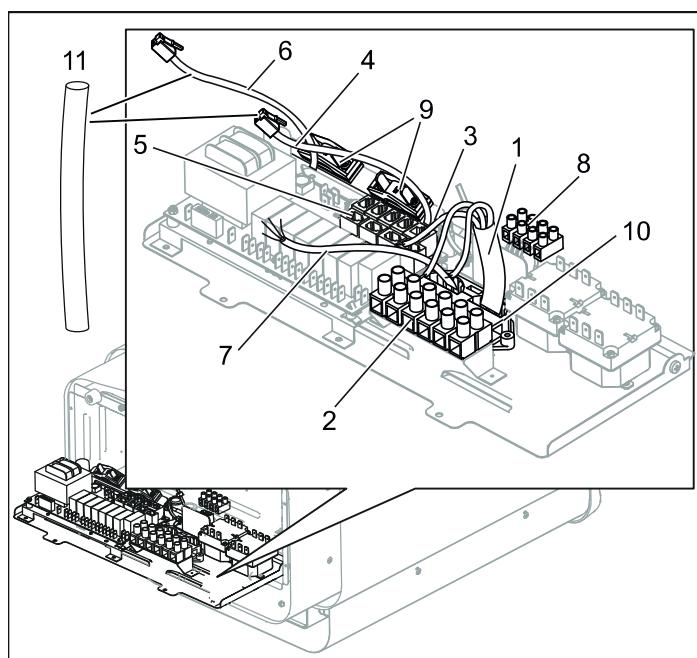
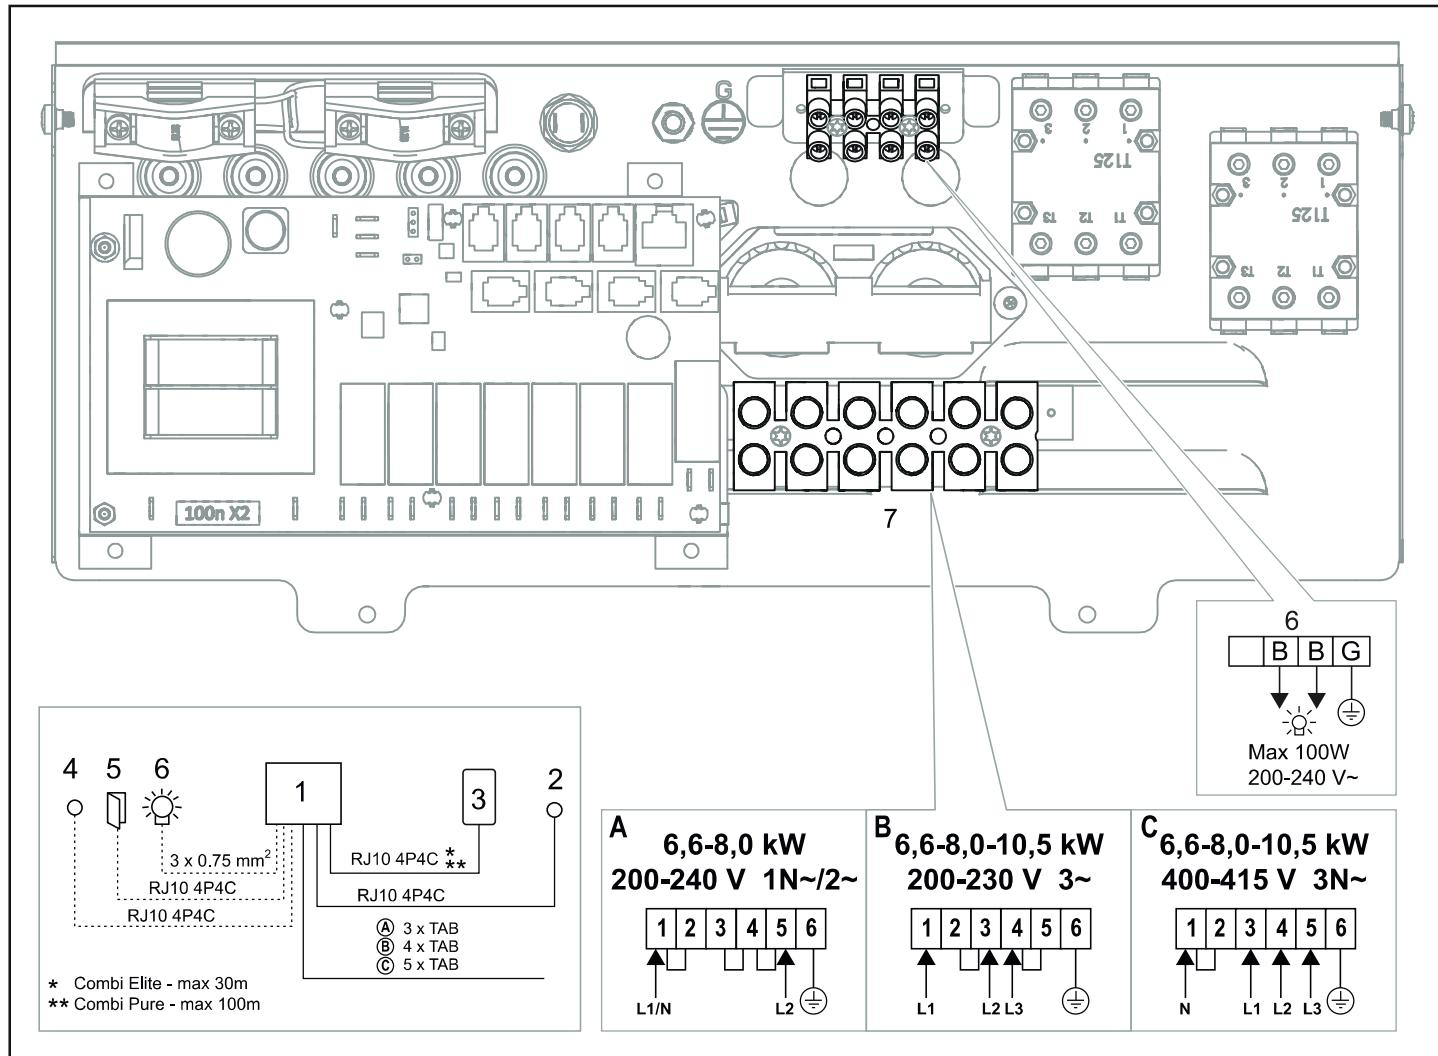
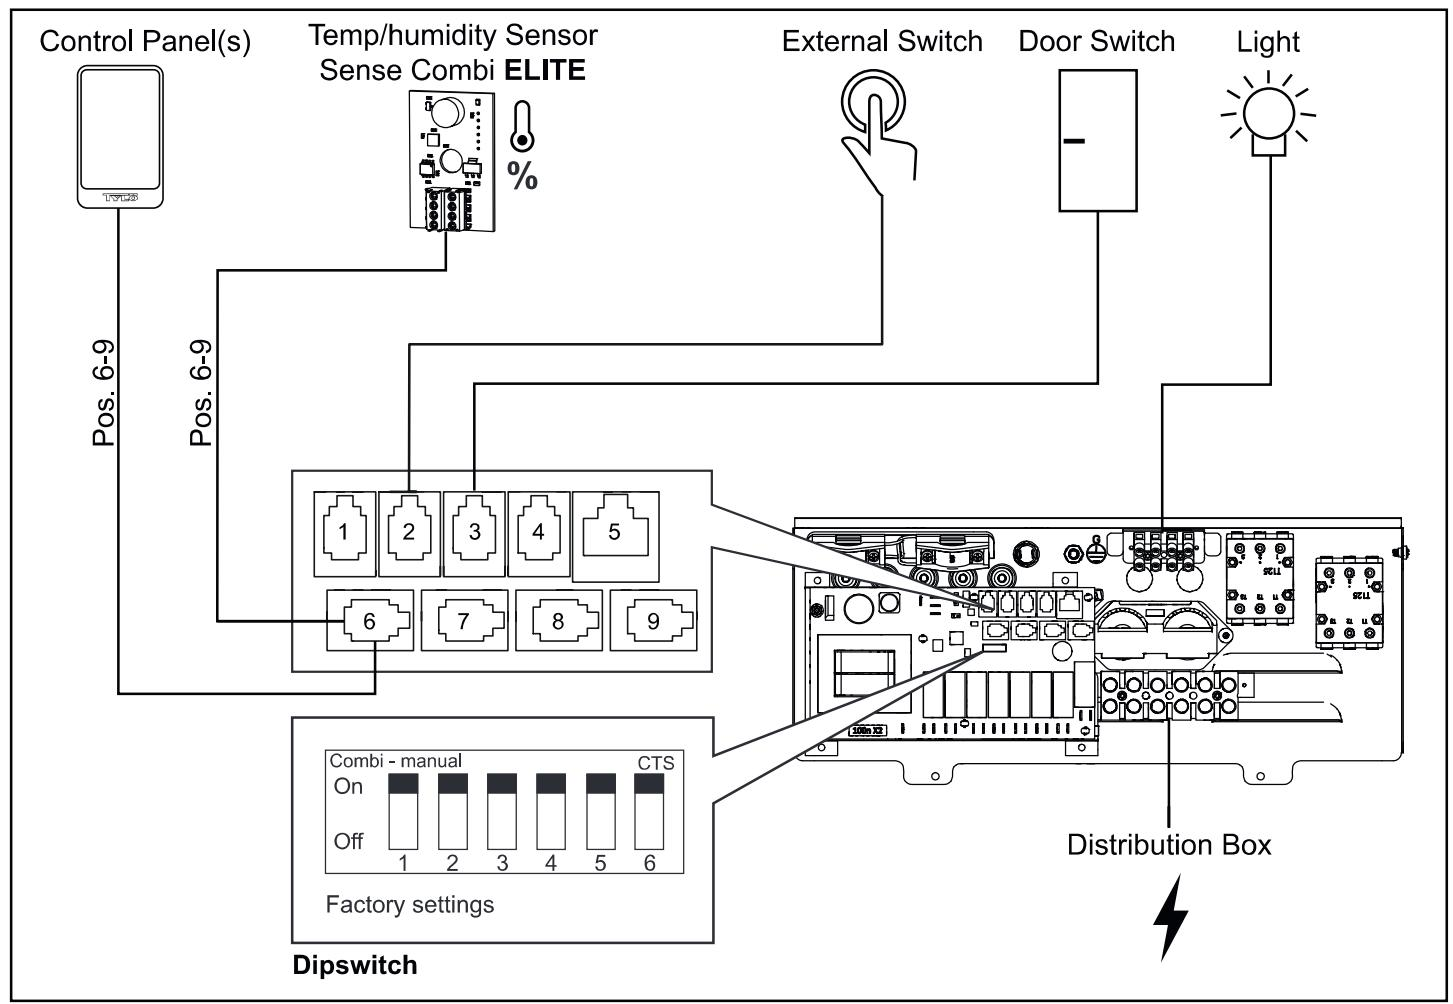
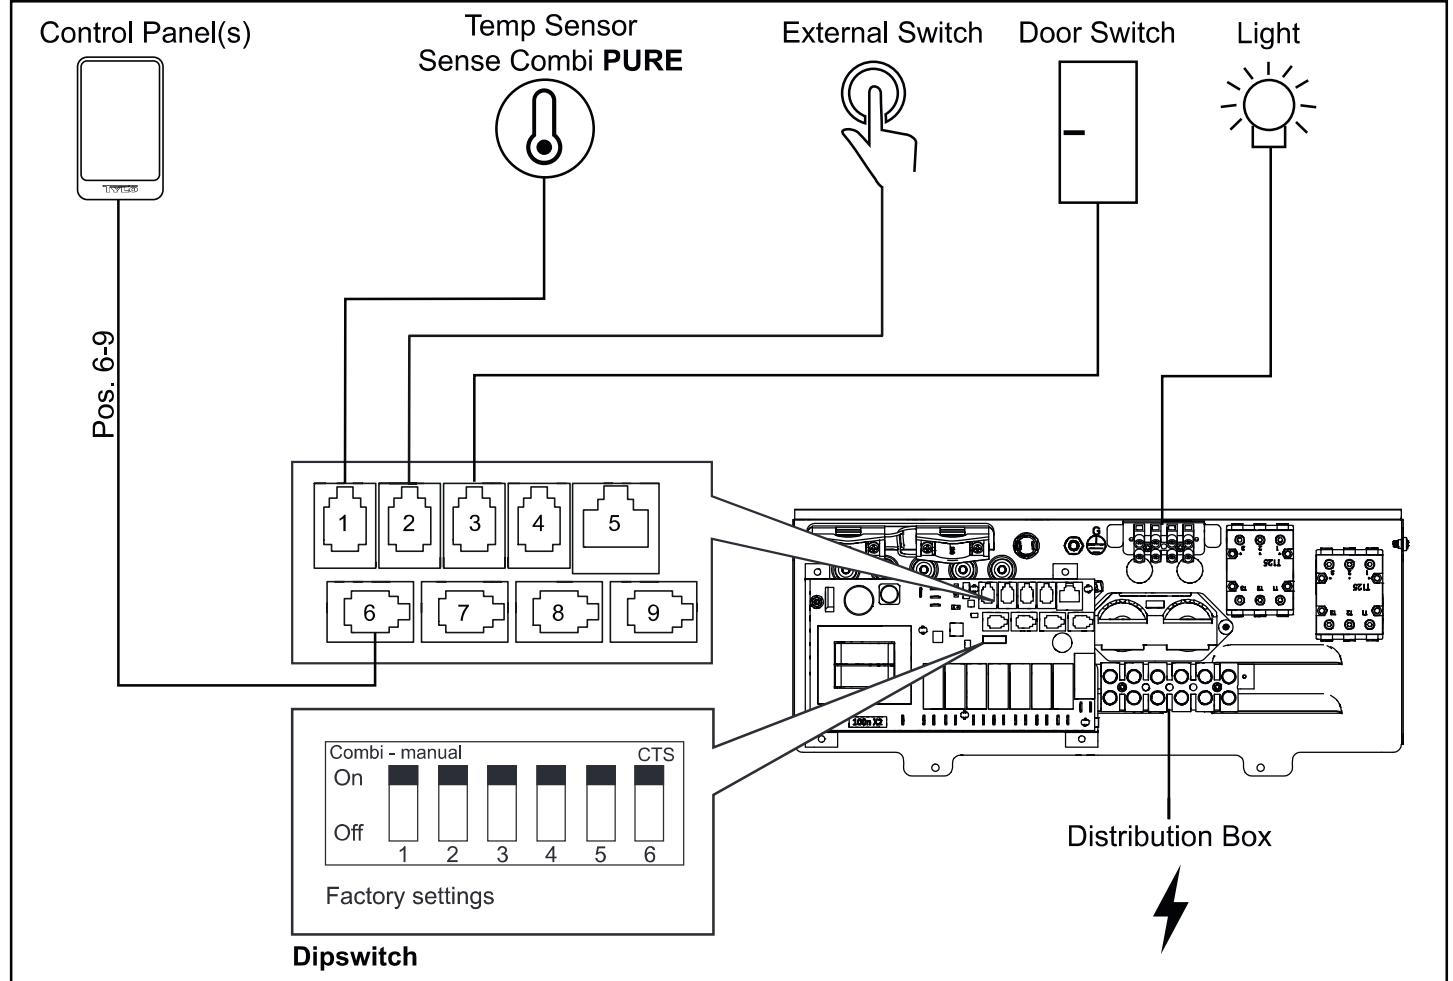

Figure 10 : Circuit imprimé
Figure 17 : Schéma de branchement
Figure 19. Schéma d'installation Sense Combi Elite
Figure 20. Schéma d'installation Sense Combi Pure
4. Raccordez le câble électrique (voir figure 10), en suivant le schéma de raccordement (voir figure 17).
5. Acheminez les câbles du panneau de commande et de la sonde de température à travers les passe-câbles (voir figure 10). Raccordez le câble du panneau de commande à l'un des quatre connecteurs RS485 (positions 6-9) (voir figure 19, 20).
6. **Combi Pure** : Raccordez le câble du capteur au contact NTC sur le circuit imprimé (position 1) (voir figure 20). **Combi Elite** : Raccordez le câble des sondes d'humidité et de température à l'un des quatre connecteurs RS485 (pos. 6-9), (voir figure 19).
7. Raccordez, le cas échéant, le câble de l'éclairage (voir figure 10) en suivant le schéma de raccordement (figure 17).
Pour un raccordement à d'autres tensions ou d'autres nombres de phases ne figurant pas sur le schéma de raccordement (figure 17), contactez le service de maintenance Tylö.